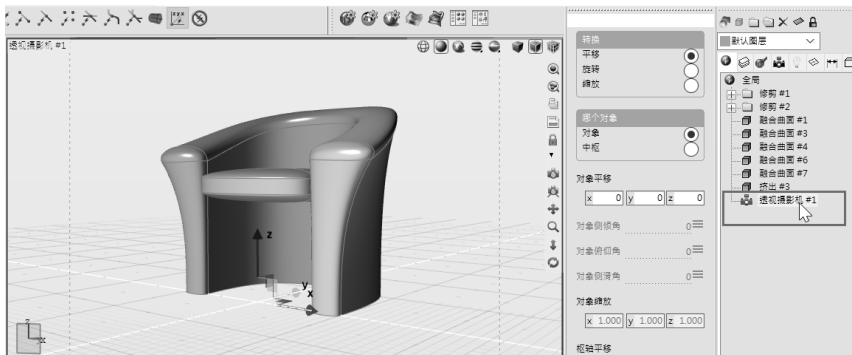

图 8-44 在全局浏览器中选“透视摄影机#1”
5) 本练习将针对“透视摄影机#1”设计动作，所以在全局浏览器中选中“透视摄影机#1”，如图 8-44 所示。当选中这个对象时，可见视图中自动激活“平移”工具。